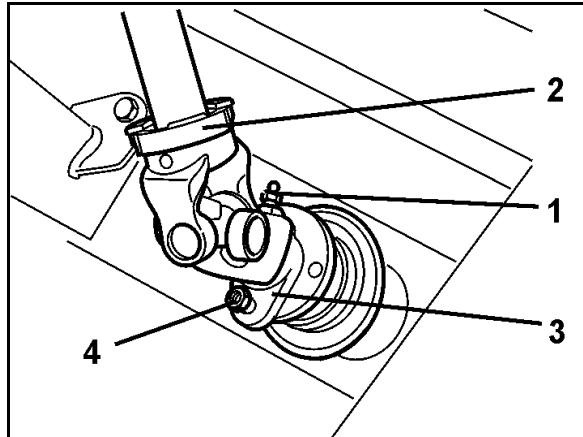

图 90
2. 在万向传动轴 (图 90/2) 的连接叉 (图 90/3) 松脱润滑喷嘴 (图 90/1)。
3. 在万向传动轴的叉法兰和齿轮箱输入轴的法兰之间卸除抗剪螺栓 (图 90/4)。